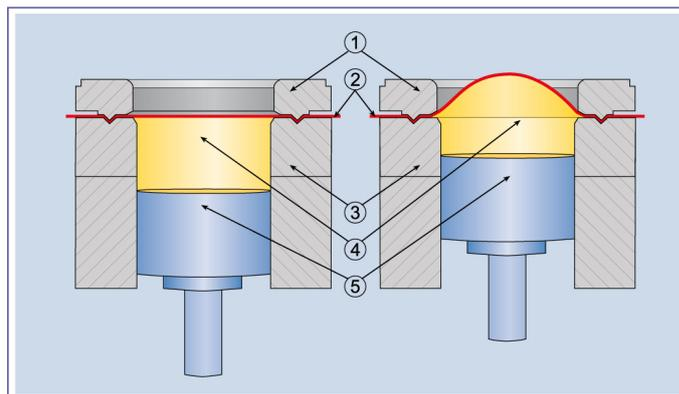

Abb. 1
Eine Bulge-Testvorrichtung ist in Abb. 1 schematisch dargestellt, so wie sie im Bulge-/FLC-Tester eingesetzt wird. Die mit Ziffer (2) gekennzeichnete Blechprobe wird zwischen der Ziehmatrize (1) und dem Blechhalter (3) eingespannt. Unterhalb der Blechprobe befindet sich eine Kammer, die mit Öl (4) gefüllt ist. Das Blech kann reibungslos mit Hilfe des Ziehkolbens (5), der nach oben gegen das Öl drückt, umgeformt werden. Je dicker das Blech und je höher die Festigkeit des Materials sind, desto größer wird die benötigte Ziehkraft, um das Blech verformen zu können.